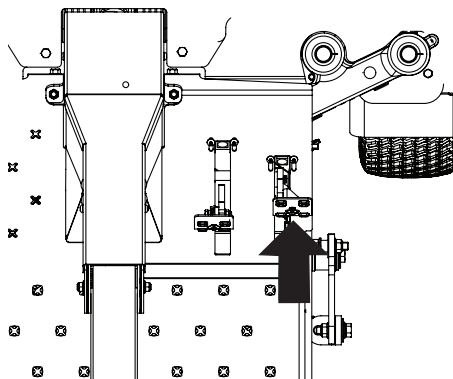

Fig. 29
1. Presione lentamente el pedal de marcha atrás. La cortadora de césped comenzará a desplazarse hacia atrás (Fig. 29).